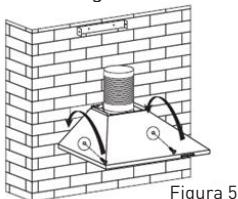

Figura 5
- Enganche el aparato en el gancho y fíjelo con los 2 tornillos de seguridad (4 mm x 30 mm). Véase la figura 5.